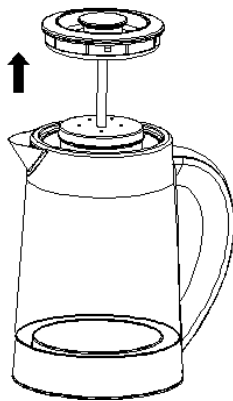
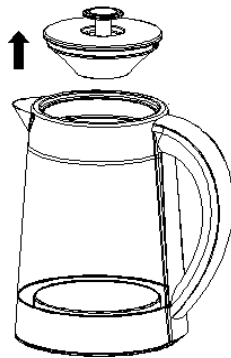

Abb. 6
Abb. 7
1. Um das Wasser zu kochen, drücken Sie die in Abb. 6 gezeigte Deckelöffnungstaste; der Deckel öffnet sich, wenn diese Taste springt und dann können Sie ihn entfernen. Wenn Sie einen Tee kochen, können Sie den Deckel direkt abnehmen (in Abb. 7 gezeigt), den Tee in den Teebeutel geben und dann das entsprechende Wasser auf die Ebene zwischen MIN und MAX von der Wasserkocher Wassersäule gießen.